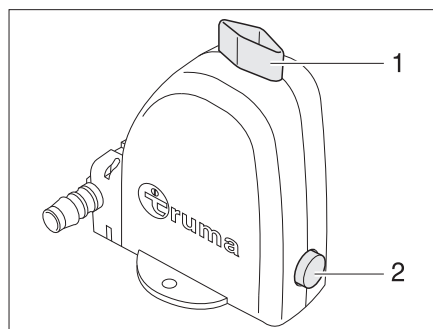

Fig. 199 Valve de sécurité et de vidange du chauffe-eau - position ouverte
Le chauffe-eau est équipé d'une valve de sécurité et de vidange (Fig. 199). La valve de sécurité et de vidange empêche que l'eau ne gèle dans le chauffe-eau lorsque le chauffage n'est pas allumé en cas de gel.
- Fermer la valve de sécurité et de vidange. Pour cela, tirer l'interrupteur à tirette (Fig. 199,1) vers le haut.
- Ouvrir la valve de sécurité et de vidange. Pousser l'interrupteur à tirette (Fig. 199,1) vers le bas. Le chauffe-eau est vidé à l'extérieur par le biais de la valve de sécurité et de vidange.